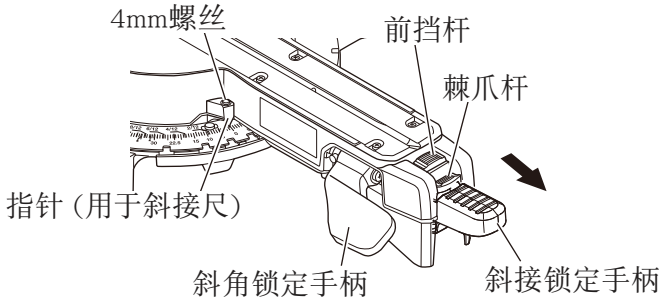

图 16
滑动复合式斜口锯的斜接尺会显示从 0° 到 45° 的左右斜切角度，易于读取。斜口锯工作台有九种最常见的角度设定，前挡块分别位于 0° 、 15° 、 22.5° 、 31.6° 和 45° 的位置。此类前挡块可准确快速地将刀片定位在所需的角度的。遵循以下过程，进行最准确快速的调整。（图16）
- (1) 向上推斜接锁定手柄，释放回转台。
- (2) 向下推前挡杆直至搭上棘爪杆，以释放“前挡块”。
- (3) 旋转回转台，并将指针设定为与所需的斜接尺角度对齐。此时，当使用前挡块功能时，如图 16 所示，在所需角度附近沿箭头方向拉动棘爪杆将其释放，并通过前挡块功能移动回转台，将其固定到所需的角位置。
棘爪杆 (图 16)